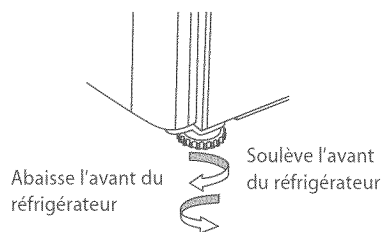

Fig.10 Pied du réfrigérateur
- C Dévissez les pieds avant jusqu'à ce que le réfrigérateur soit incliné vers l'arrière, soit jusqu'à ce que la partie avant soit environ 10 mm ($\frac{3}{8}$ po) plus haute que la partie arrière. Il sera ainsi plus facile de fermer la porte. (reportez-vous à la figure 10).